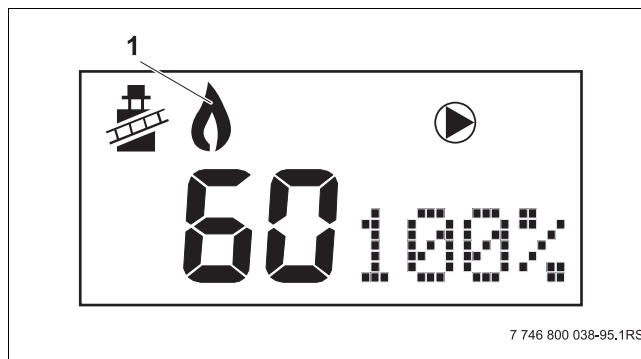

Fig. 56 Schoorsteenvegerbedrijf, ingesteld op vollast
- Wacht, nadat het brandericoon "  " (fig. 56, pos. 1) op het display is gaan branden, gedurende 1 minuut tot het cv-toestel op vollast brandt.